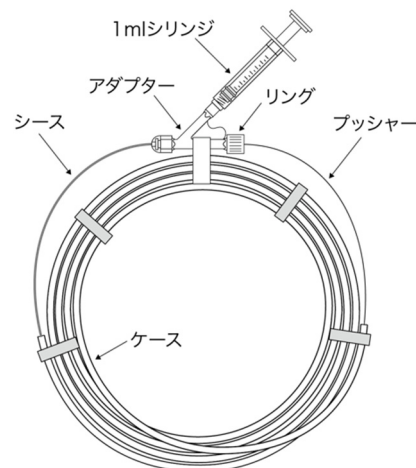

図 7. PVA ロッドの膨潤方法概略図
⑦液漏れしないようにアダプターのリングを締めて、図 7 の通り、アダプターからシース内にヘパリン加生理食塩液を 1mL 程度注入して、PVA ロッドを 2 分間膨潤させる。